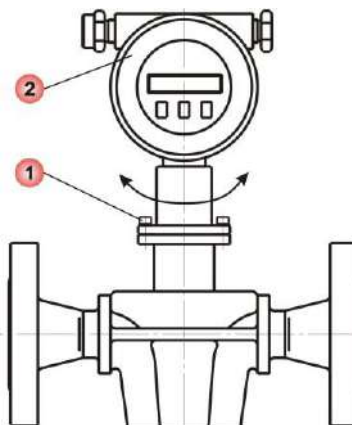

Рисунок 2.10 – Поворот электронного блока
Если при установке расходомера оказалось, что электронный блок повернут относительно пользователя и считывание показаний с дисплея прибора затруднено, то есть возможность развернуть электронный блок на угол 90° или 180° так, чтобы дисплей располагался лицом к пользователю. Для этого необходимо отвернуть 4 болта (1) (см. рисунок 2.10). Затем повернуть электронный блок (2) на 90° или 180° в нужном направлении и плотно закрутить 4 болта для обеспечения герметичного соединения.